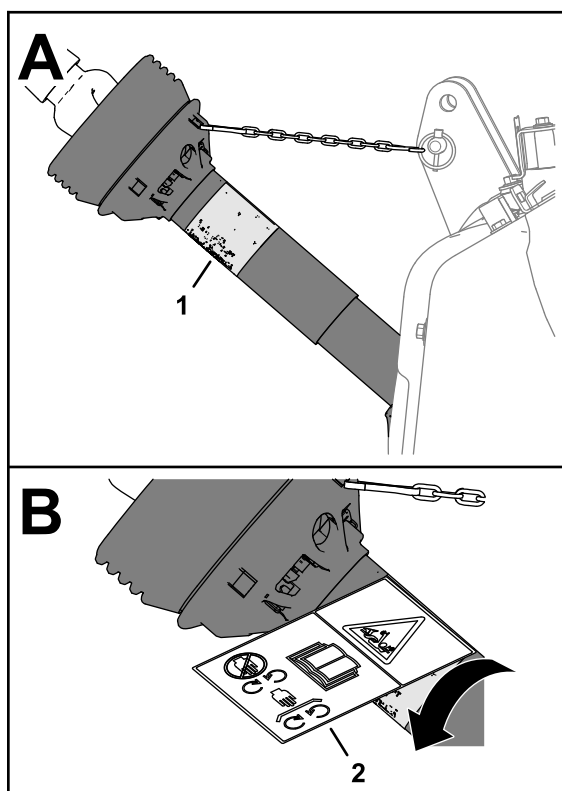

Figura 19
- Ruotate la protezione dell'albero per accedere all'adesivo di aggrovigliamento esistente (Figura 19).
- Posizionate l'adesivo di aggrovigliamento CE sull'adesivo di aggrovigliamento esistente (Figura 19).